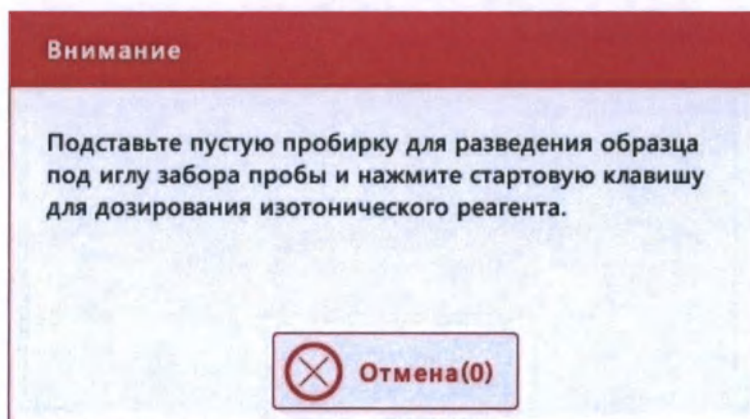

Рис.5.6-3 Диалоговое окно режима разбавления пробы
- 1) Выберите пункт «Дилуент» строки главного меню анализатора в верхней части экрана – появится следующее диалоговое окно (Рис.5.6-3):